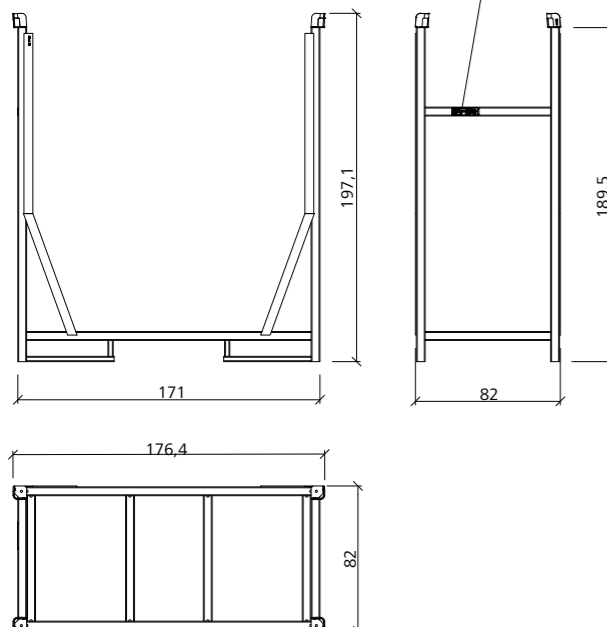

Abb. 1
- Sie dürfen das S.-MevaDec-e Transportgestell ohne Typenschild oder mit unleserlichen Tragfähigkeitsangaben nicht verwenden (Abb. 1 und Abb. 8). Ohne Typenschild hat diese Bedienungsanleitung keine Gültigkeit (siehe Punkt 8).